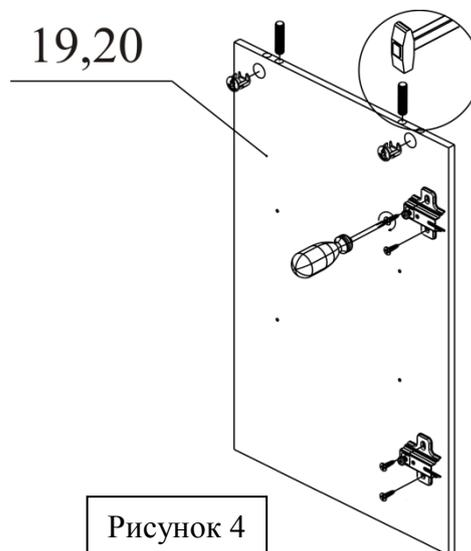

Рисунок 4
5. Вбейте шканты, установите эксцентрики 16мм и с помощью шурупов 3,5x16 прикрутите ответные планки петель на детали (поз. 19, 20). См. рисунок 4.